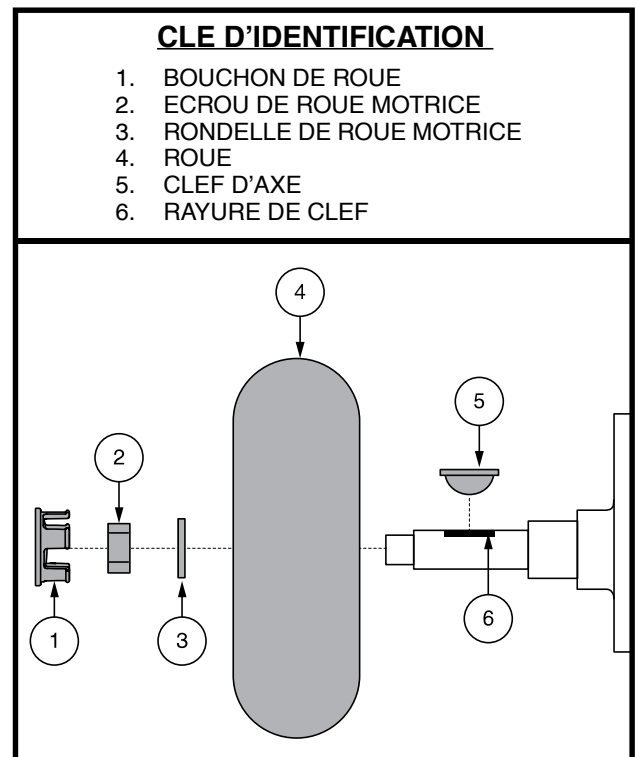

Figure 29. Enlèvement de la roue motrice
3. Enlever le bouchon de roue, l'écrou et la rondelle de roue motrice sur l'essieu. Voir la figure 29.
4. Retirez les écrous de la roue motrice de la moyeu. **Voir la figure 29.**
9. Glissez la nouvelle roue en place. Assurez-vous que la clef est bien ancrée dans la rayure de clef. **Voir la figure 29.**